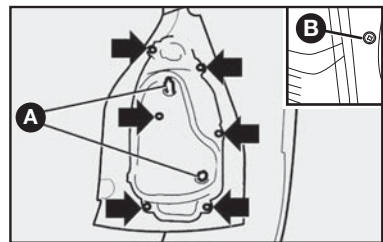

fig. 21
- 1) por dentro do porta-malas, soltar as porcas **A-fig. 21**.
- 4) retirar o conjunto de lâmpada removendo os parafusos indicados pelas setas **fig. 21**.